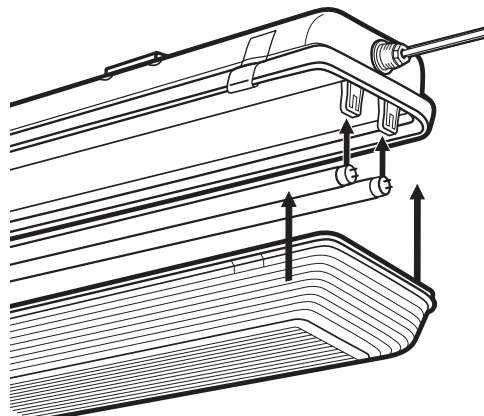

Figure 13
14. **Guide the ends of the lamp into one lampholder.** Guide other end of lamp into opposite lampholder. Rotate lamp one quarter turn in either direction until seated.- repeat for other lamp. **See Fig. 13.**
15. **To install lens- position lens onto fixture housing.** **See Fig. 13.** Edge of lens should be positioned in gasket area on the perimeter of housing. Slide latches over edge of lens. When latch is fully engaged it will produce a “snap” sound. Repeat for all remaining latches.
14. Guider l'extrémité d'une lampe dans une douille. Puis, l'autre extrémité dans la douille opposée. Tourner la lampe ¼ de tour jusqu'à ce que bien en place. Répéter pour l'autre lampe. Voir la figure 13.
15. Pour installer la lentille. L'aligner sur le boîtier. Voir la figure 13.
14. Guíe los extremos de la lámpara dentro del sostenedor de lámpara. Guíe el otro extremo de la lámpara dentro del sostenedor de lámpara opuesto. Gire lámpara un cuarto de vuelta en cualquier dirección hasta que este asentada.- repita para otra lámpara.- **Vea Fig. 13.**
15. Para instalar el lente- posicione el lente sobre la caja de la luminaria. - **Vea Fig. 13.** El borde del lente debe estar posicionado en la área de la empaquetadura en el perímetro de la caja de la luminaria. Deslice picaporte sobre el borde del lente. Cuando el picaporte esta en posición producirá un sonido de cierre. Repita para los picaportes restantes.